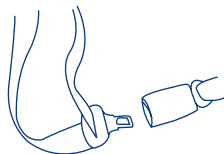

Fig. 42-2
8. Una combinación de cinturón de seguridad de regazo ó hombro con **una hebilla que pueda deslizarse libremente** a lo largo del cinturón de seguridad puede requerir el uso de un broche bloqueador. (Fig. 42-2) Verifique su manual del propietario del vehículo para ver si el fabricante del vehículo ha provisto una forma alterna, como un retrator bloqueable en el cual evitar el movimiento de la porción del regazo del cinturón de seguridad.